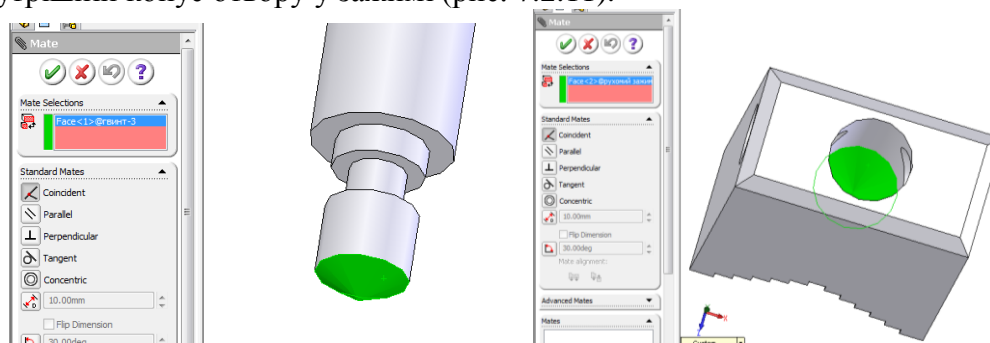

Рис. 7.2.11. визначення сполучення для гвинта і рухомого зажима
5. За допомогою взаємозв'язку СОВПАДЕНИЕ (COINCEDENT) зберіть ГВИНТ з РУХОМИМ ЗАЖИМОМ. Для цього виберіть зовнішню конічну поверхню кінцевика гвинта і внутрішній конус отвору у зажимі (рис. 7.2.11).